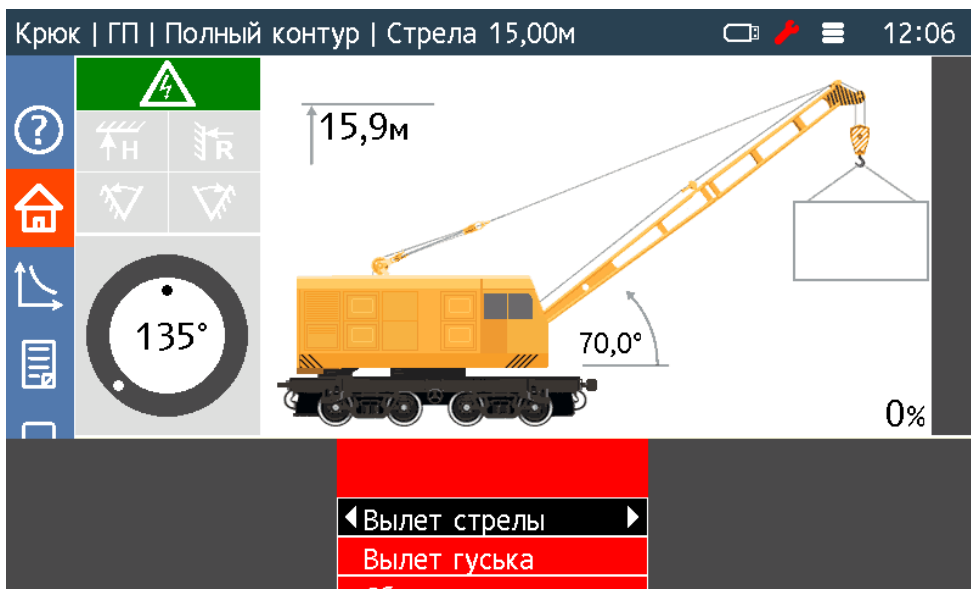

Рисунок 15 — Меню "Настройка вылета"
- кнопками 4, 5 ввести значения параметров, соответствующие дню, месяцу, году, часу и минутам (рисунок 15);